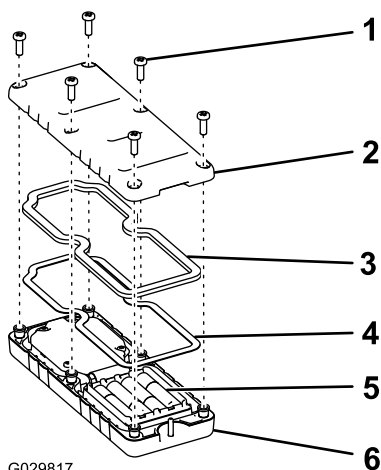

Figura 17
2. Inserte cada batería nueva en su alojamiento, observando la polaridad correcta (Figura 17).
3. Asegúrese de que la junta de acero y la junta de goma están asentadas en la ranura del control remoto, y coloque la tapa trasera (Figura 17).
4. Ajuste la cubierta con 6 tornillos (Figura 17) y apriételos a entre 1,5 y 1,7 N·m.